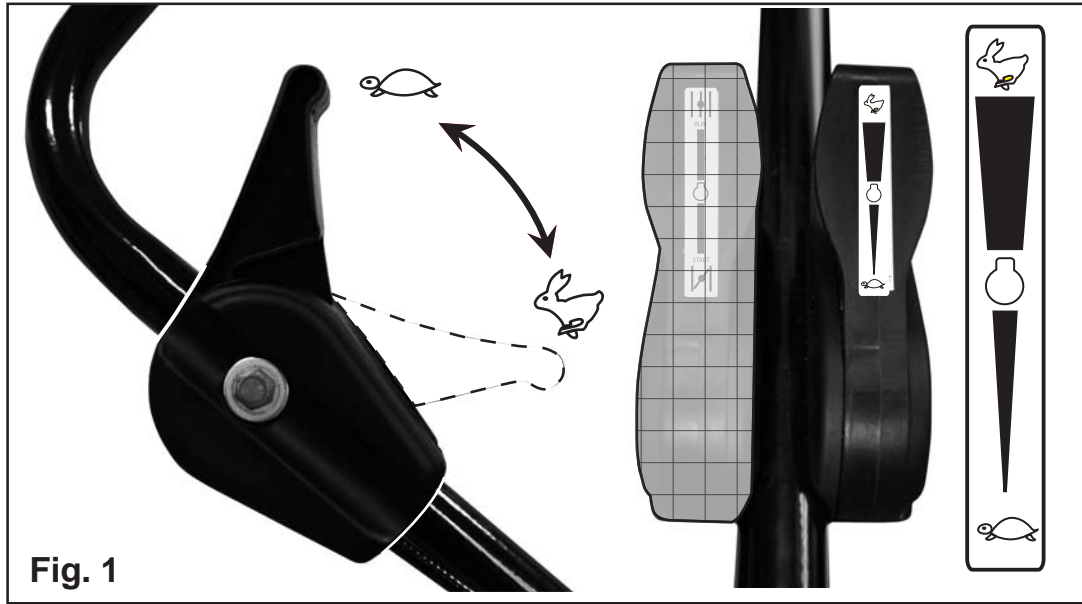

Fig. 1
- Portare il comando acceleratore nella posizione  (fig.1)
- Lavorare con la leva acceleratore al massimo  (fig.1).
- Put the accelerator control in position  (fig.1)
- Work with the acceleration lever at its maximum  (fig.1)
- Mettre le commande d'accélération en position  (fig.1)
- travailler avec le levier accélérateur au maximum  (fig.1)
- Den Beschleunigerantrieb in die Position  (Abb.1) bringen
- Mit dem Beschleunigungshebel auf Hochtouren  (Abb.1) arbeiten.
- Breng het commando gaspedaal in positie  (fig.1)
- Werken met de hendel gaspedaal op max.  (fig.1).